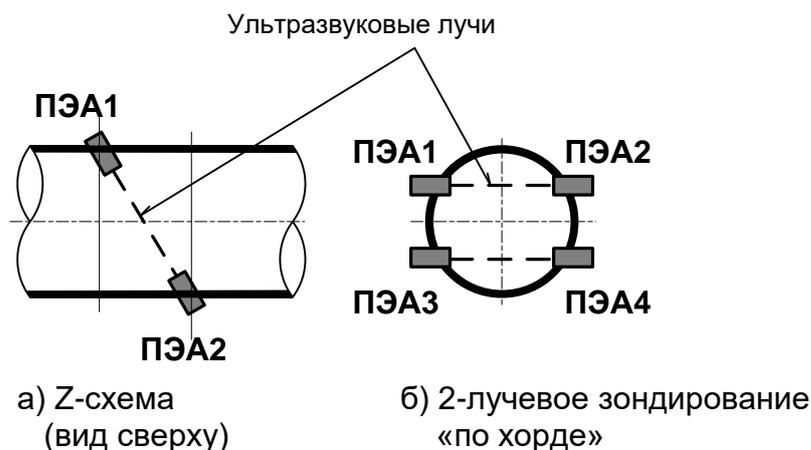

Рис. 2. Расположение пар ПЭА по сечению трубопровода.
1.5.1.3. В расходомере реализовано двухлучевое зондирование потока контролируемой жидкости по Z-схеме (рис.2а). На один трубопровод
(измерительный участок) «по хорде» устанавливаются две пары врезных ПЭА (рис.2б).